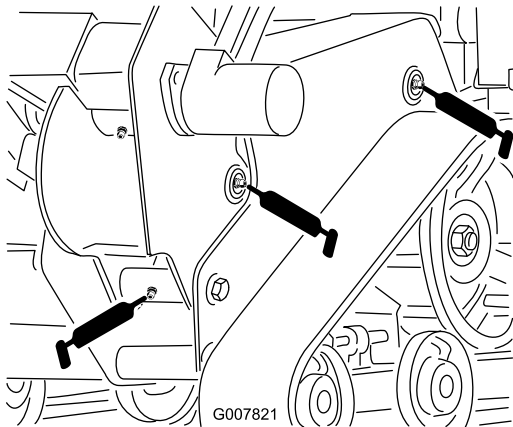
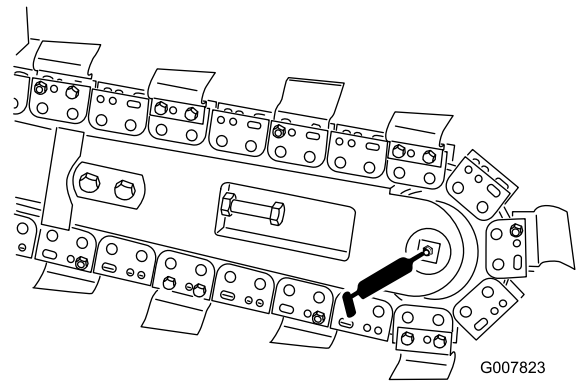

Figura 23
Figura 25
4. Conecte una pistola de engrasar a cada punto de engrase (Figura 23 a Figura 25).